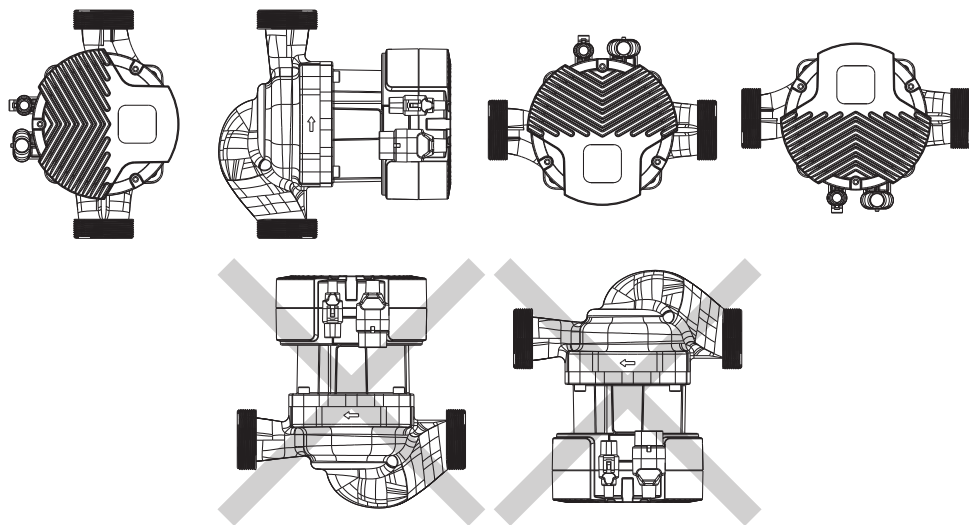

Рис. 5 Правильная и неправильная установка насоса
- До монтажа насоса в систему необходимо удостовериться, что положение блока управления насоса после его установки будет правильным. Правильное расположение показано на **Рис. 5**.
Возможна ситуация, когда при расположении насоса в соответствии с направлением движения теплоносителя в системе отопления, положение блока управления окажется неправильным, см. **Рис. 5**. В такой ситуации необходимо развернуть статор насоса вместе с блоком управления, чтобы он оказался в правильном положении.